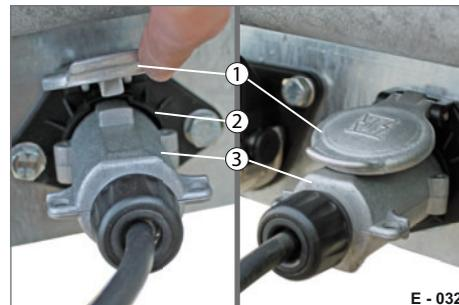

Abb. 10 Stecker geparkt
- ▶ Öffnen Sie den Deckel (Abb. 10/1).
- ▶ Ziehen Sie den Stecker (Abb. 10/3) aus der Parkdose (Abb. 10/2) heraus - nicht am Kabel ziehen.